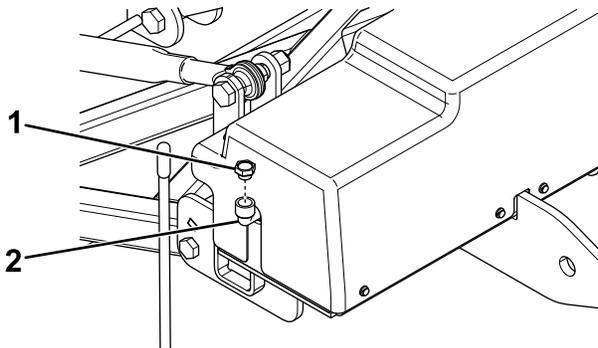

Figura 25
2. Limpie la zona alrededor del tapón de llenado (Figura 25).
3. Retire el tapón de llenado del depósito hidráulico (Figura 25).
4. Llène lentamente el depósito con fluido hidráulico de alto rendimiento BOSS hasta el fondo del codo de llenado (Figura 25).